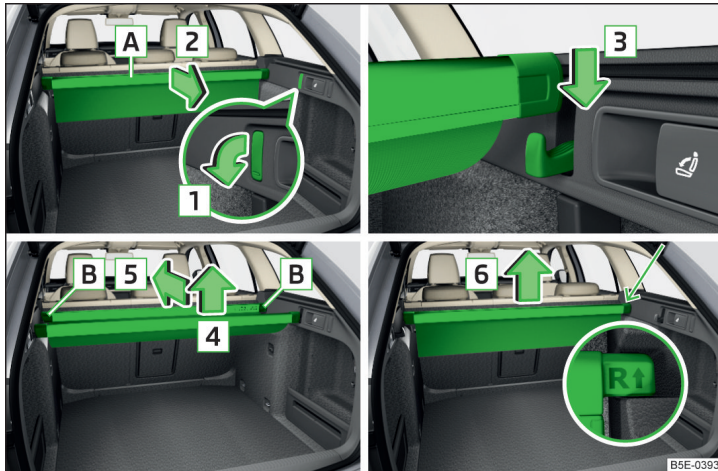

Abb. 137 Multifunktionstasche: herausziehen / einsetzen / einschieben / herausnehmen
- › Die vorderen Haken an beiden Gepäckraumseiten in Pfeilrichtung **1** nach unten klappen » Abb. 137.
- › Die hintere Leiste von den Haken in Pfeilrichtung **4** abnehmen und die Tasche in Pfeilrichtung **5** einschieben » Abb. 137.
- › Die Tasche aus den Aufnahmen in Pfeilrichtung **6** herausnehmen » Abb. 137.